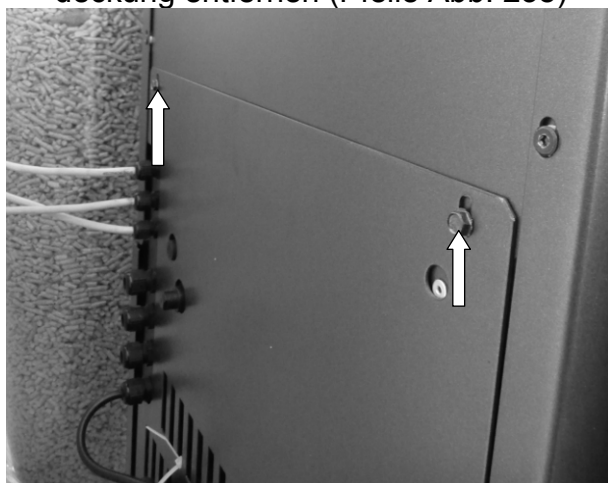

Abb. 238: Demontage Verkleidung CW21
- Die beiden Schrauben an der Rückwand heraus-schrauben und die Abdeckung entfernen (Pfeile Abb. 238)